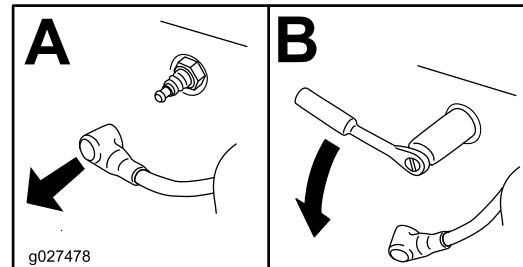

Рисунок 45
4. Снимите свечу зажигания (Рисунок 45).